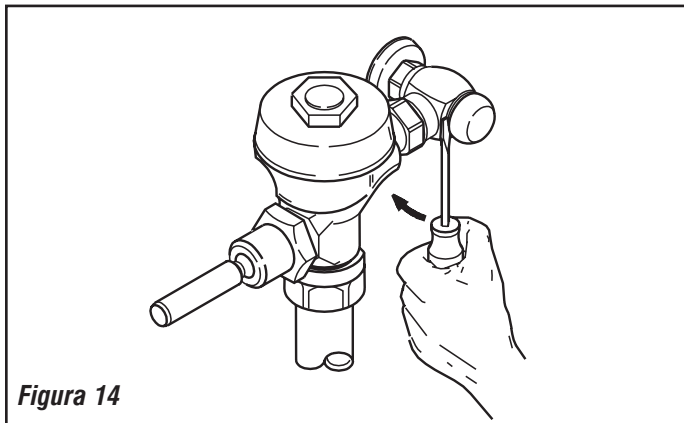

Figura 14
INSTRUCCIONES PARA REMOCIÓN DE LA TAPA DE LA VÁLVULA DE RETENCIÓN ANTIVANDALISMO (Figura 14)
1. Usando un desarmador plano largo, levante suavemente la Tapa de la Válvula de Retención como sigue: Inserte el desarmador entre el fondo de la Tapa y la superficie plana del cuerpo de la Válvula de Retención tal como se muestra en la Figura 14. Usando el desarmador como palanca, empuje el desarmador en línea recta contra la pared. Levante suavemente la tapa de la Funda. Puede ser necesario mover el desarmador alrededor del diámetro de la Tapa para acabar de levantar la Tapa de la Funda.